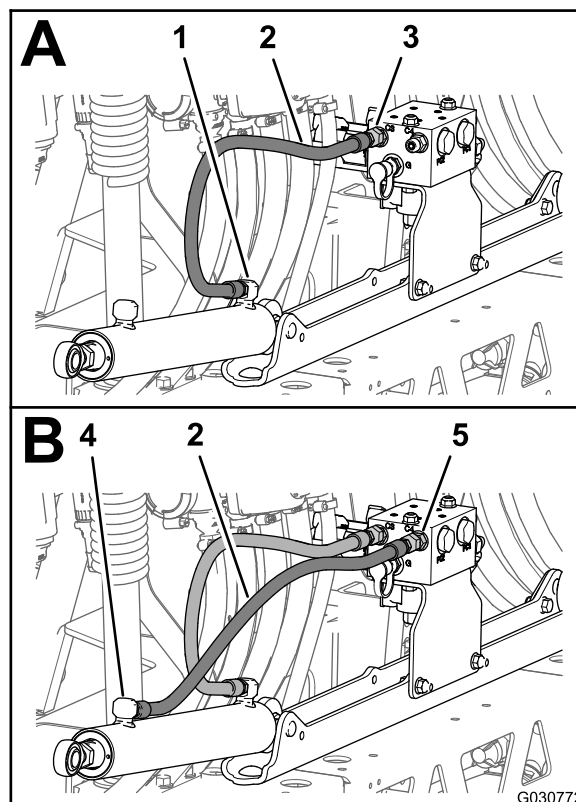

Figura 129
1. Conecte provisionalmente una manguera hidráulica nueva (1/4" x 24 3/4") entre el orificio de extensión del cilindro de elevación del brazo izquierdo y el orificio C3 del distribuidor de elevación de los brazos (Figura 129).
2. Conecte provisionalmente una manguera hidráulica nueva (1/4" x 24 3/4") entre el orificio de retracción del cilindro de elevación del brazo izquierdo y el orificio C4 del distribuidor de elevación de los brazos (Figura 129).
5. Apriete los acoplamientos de los orificios de extensión y retracción de los cilindros de elevación (Figura 129 y Figura 130) a 21–26 N·m.
6. Apriete las tuercas giratorias de las mangueras del distribuidor de elevación de los brazos (Figura 129 y Figura 130) a 24–30 N·m.